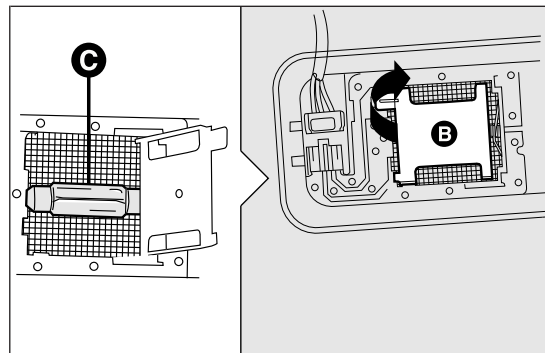

fig. 153
- ☐ abrir la tapa B fig. 153 como se indica;
- ☐ sustituir la lámpara C fig. 153 soltándola de los contactos laterales, colocar la nueva lámpara y asegurarse de que quede correctamente fijada entre estos;